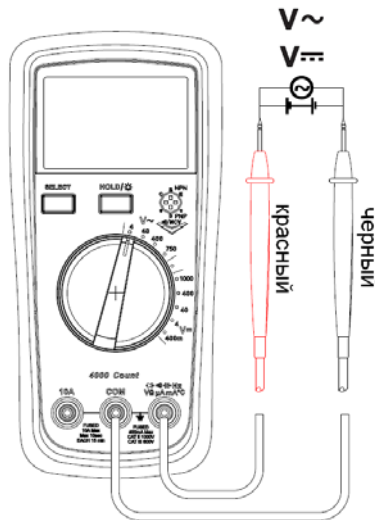

Рисунок 2
9.12. Измерение переменного и постоянного напряжения (см. рисунок 2)